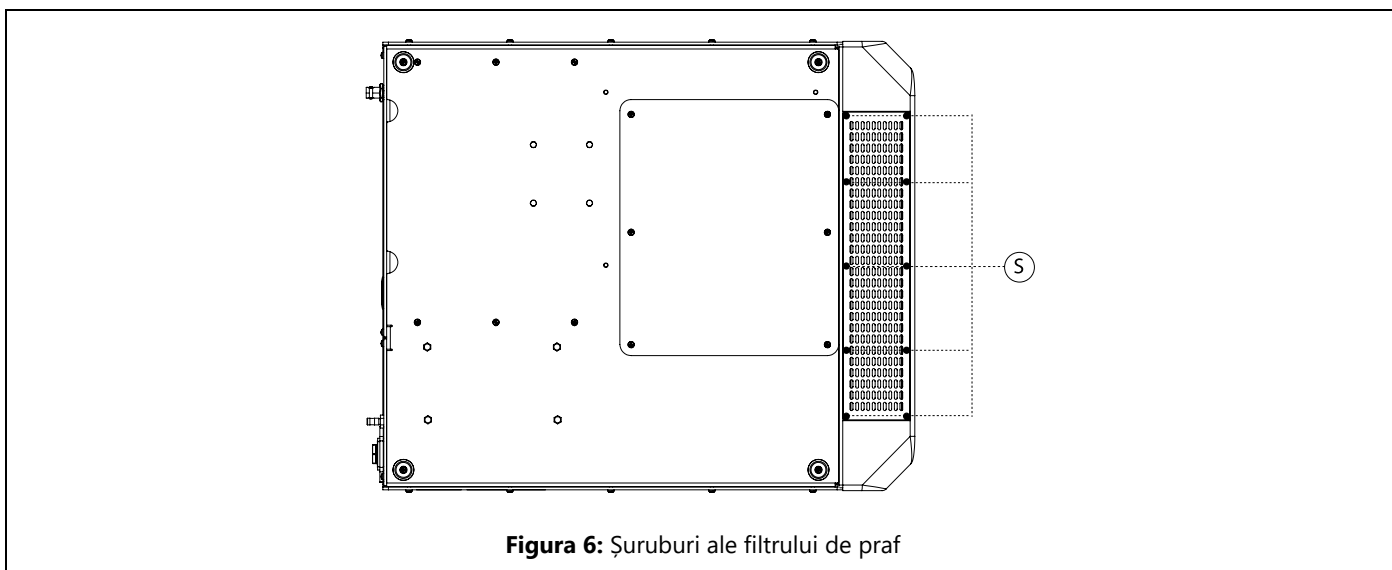

Figura 6: Șuruburi ale filtrului de praf
4. Scoateți suportul filtrului de praf, deșurubând șuruburile S (figura 6). Repetați această acțiune pentru toate filtrele de praf ale Module;
7. Poziționați la loc filtrul de praf în suportul său, înșurubând șuruburile S (figura 6). Repetați această acțiune pentru toate filtrele de praf ale Module.